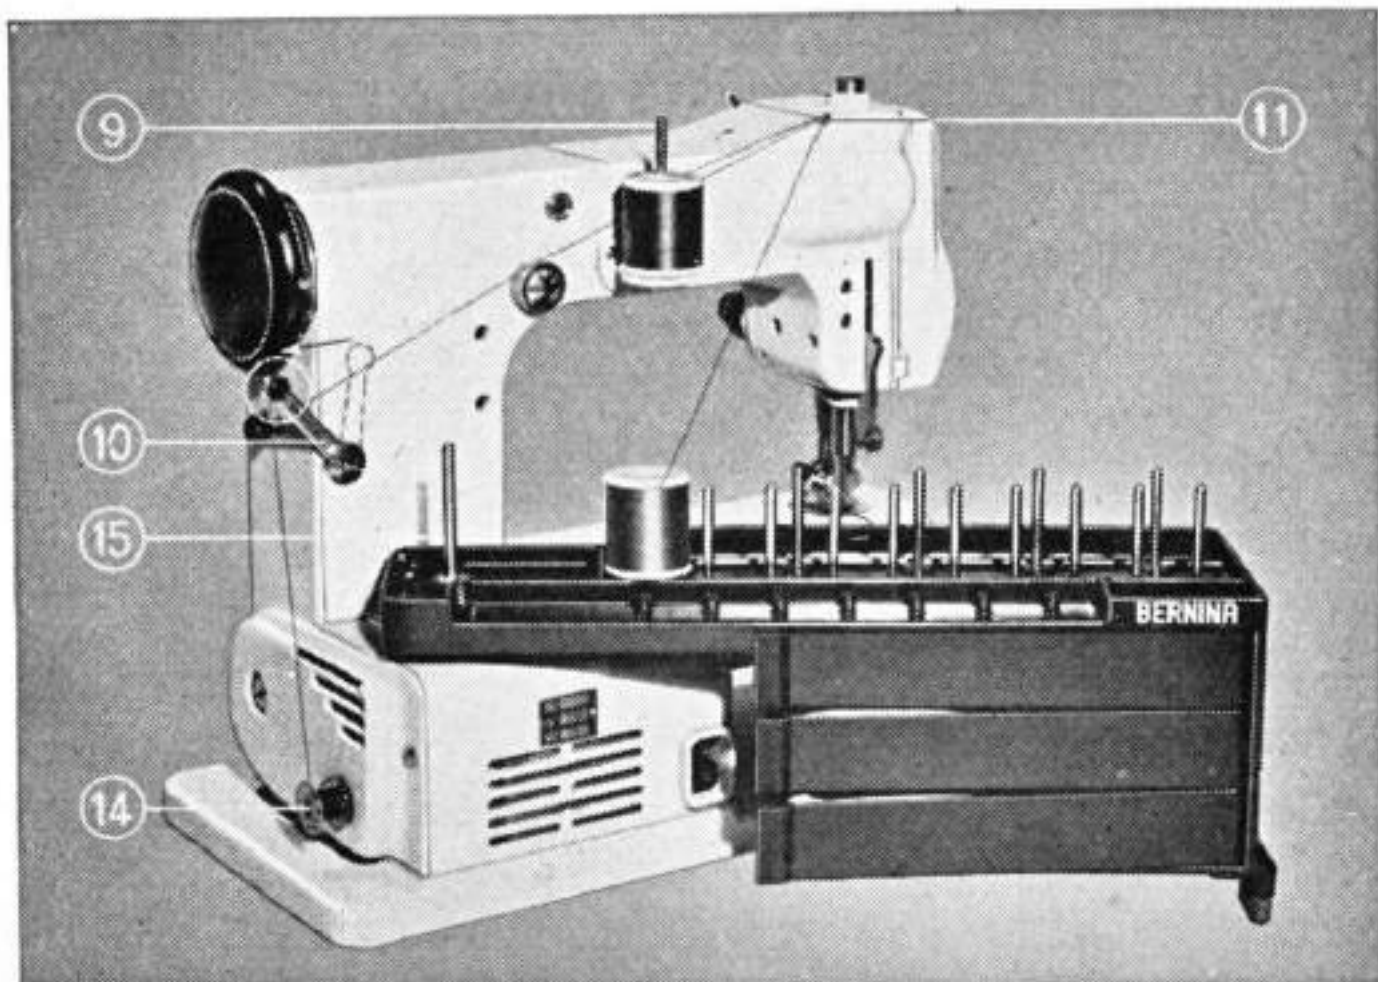

Fig. 9
6. Zum Oelen des Motors wird das Motorgehäuse entfernt. Zu diesem Zwecke löst man die beiden kleinen einander schräg gegenüber liegenden vernickelten Schrauben unterhalb der Grundplatte, sowie eine dritte, die sich seitlich des Motorgehäuses oberhalb der Spulerachse (Fig. 9, Nr. 14) befindet, und gibt zirka 4–5 Tropfen helles, geruchloses Nähmaschinen-Oel in die beiden Lager an den *rot* bezeichneten Stellen.
Fig. 9 a
Das Einfädeln des Garns zum Spulen ist sehr einfach. Von der Garnrolle auf dem Stift 9 führt man den Faden durch die Fadenöse 11 und von hier aus zum Fadenleitbügel 10, wo der Faden zuerst unter den Führungshaken 12, Fig. 9 a, und dann durch die Fadenspannung 13, Fig. 9 a, geführt wird. Hierauf führt man den Faden direkt auf die Metallspule.